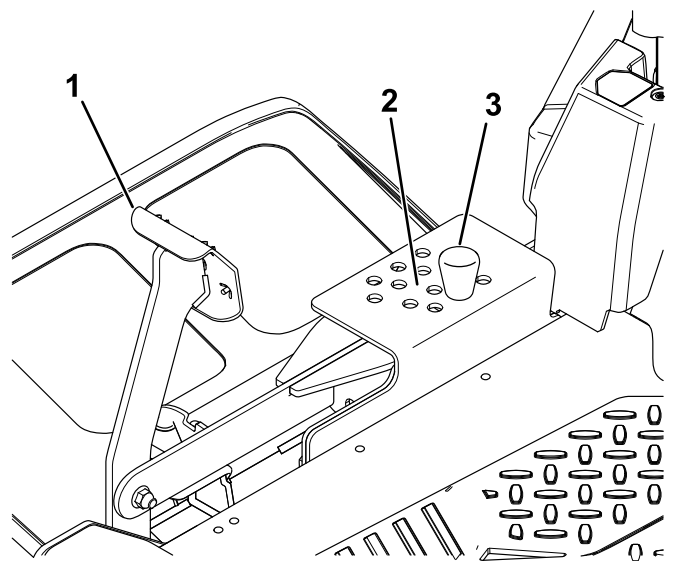

Figura 36
2. Per regolare, spostate il perno dalla staffa dell'altezza di taglio (Figura 36).
3. Nel sistema di selezione dell'altezza di taglio scegliete un foro corrispondente all'altezza desiderata e inserite il perno (Figura 36).